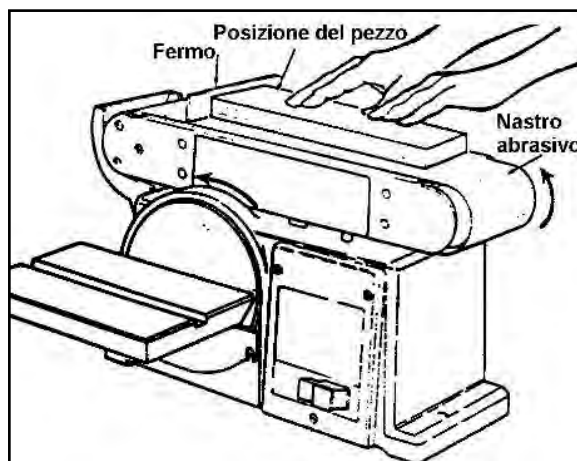

Figura 17 – Levigatura superficiale.
3. Appoggiare il pezzo da levigare sul nastro, dopodiché spingerlo leggermente fino ad appoggiarlo al supporto ferma - pezzo evitando di toccare il nastro stesso con le dita o con le mani (figura 17).